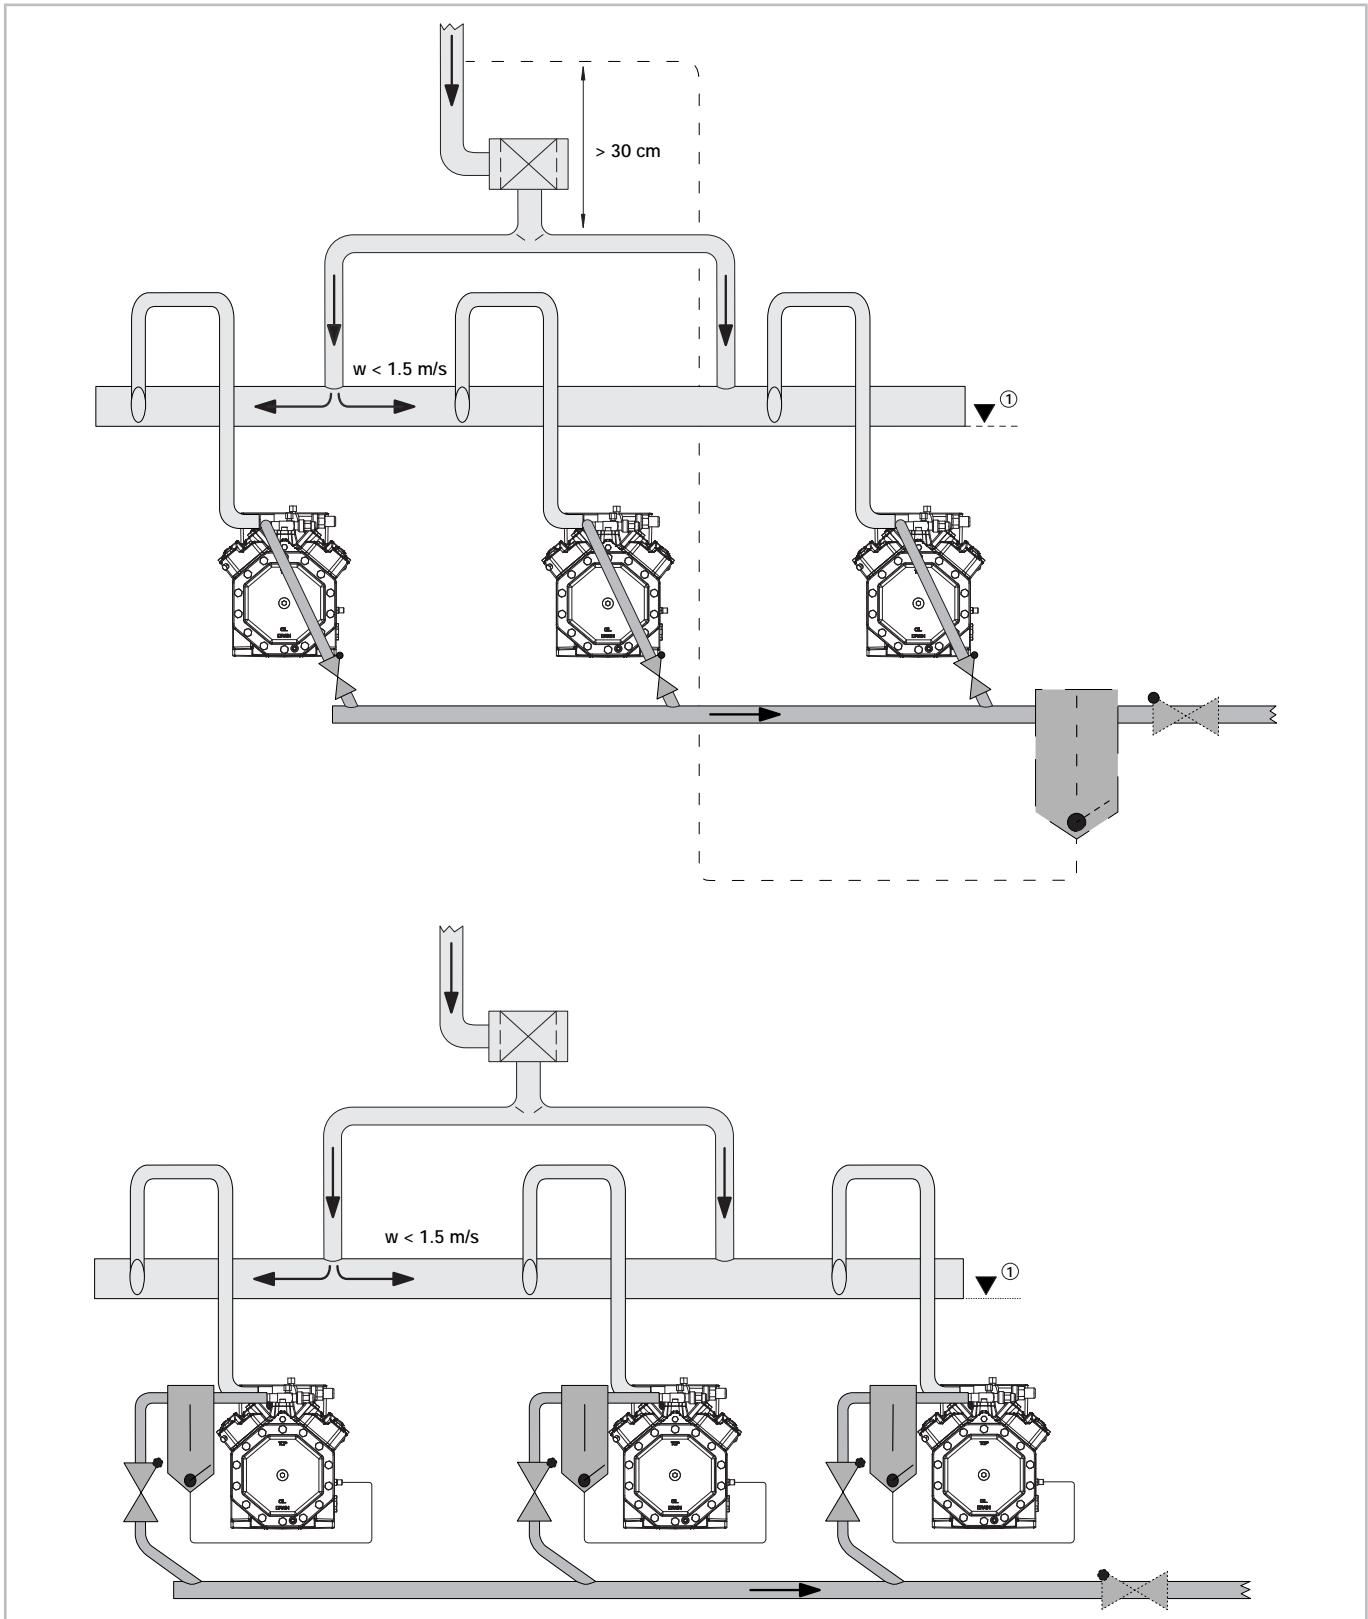

Рис. 8: Параллельное соединение поршневых компрессоров: Исполнение с оптимизированным коллектором на нагнетании
- Поперечное соединение с выходом с одной стороны, избегайте 90° изгибов и используйте например 45° изгибы (*см. рисунок 8, Страница 114*)
Установка обратных клапанов в трубопроводах, ведущих к коллектору, требуется в следующих случаях (см. рисунок 8, Страница 114):